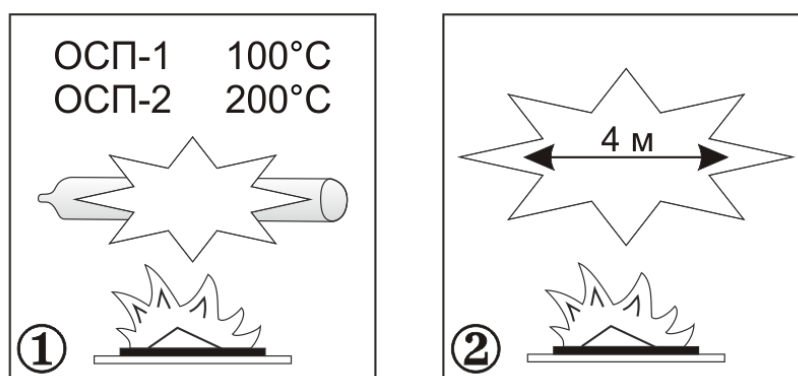

Рисунок 1 - Температура срабатывания ОСП и дальность возможного разлета осколков при срабатывании
4.1 ОСП представляет собой герметичную стеклянную колбу, заполненную огнетушащим порошком и газообразователем. При возникновении возгорания и нагреве до 100°C (ОСП-1) или 200°C (ОСП-2) газообразователь разлагается с большим газовыделением, давление в колбе интенсивно увеличивается, что приводит к её разрушению и импульсному выбросу огнетушащего порошка (см. рис.1).